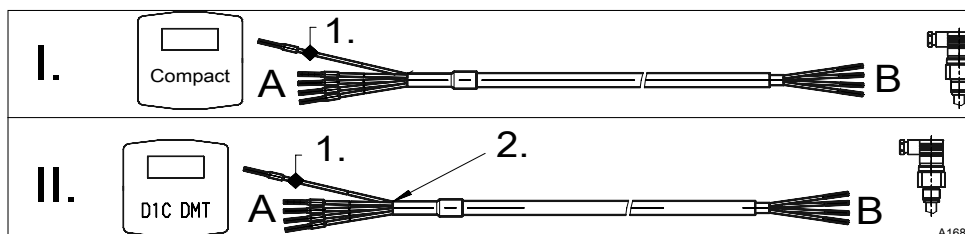

Fig. 2: Branchement du câble de mesure
rouge au Compact Controller :	Le blindage(1) est raccordé au Compact Controller de ProMinent, I A en Voir la Fig. 2
rouge au D1Ca, DMTa	Le blindage (1) est coupé en (2) et n'est pas raccordé au D1Ca ou DMTa, II A en Voir la Fig. 2
Branchement électrique, câbles de mesure blindés aux sondes avec connecteur DIN 4 pôles en Voir la Fig. 2 I B, II B